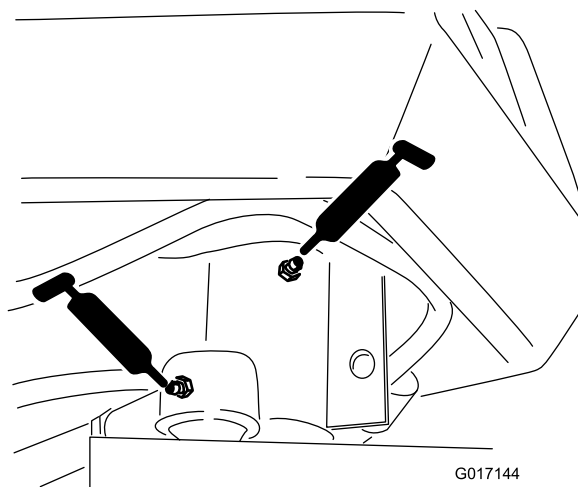

Figura 36
- Eixo da direção (1) (Figura 36)
- Extremidade da haste do cilindro da direção (Figura 36)